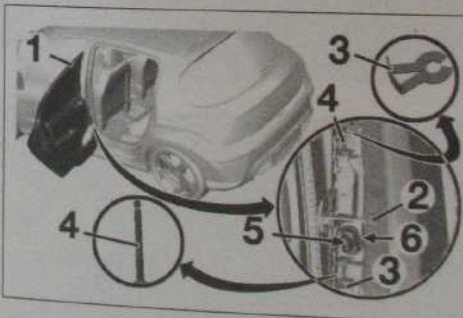

Fig. 168
• Ouvrir la porte arrière (1) (Fig. 168).
• Déposer la vis (2) et le l'agrafes (3).
• Débrancher le connecteur (5) du connecteur (6).
• À l'aide de l'outil [1], caler la porte arrière (1).
• Déposer les axes (4).